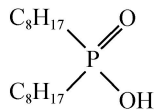

图 1
(1) 矿渣酸浸所得  $\text{Sc}^{3+}$  可被萃取剂 X (结构如图 1 所示) 萃取。